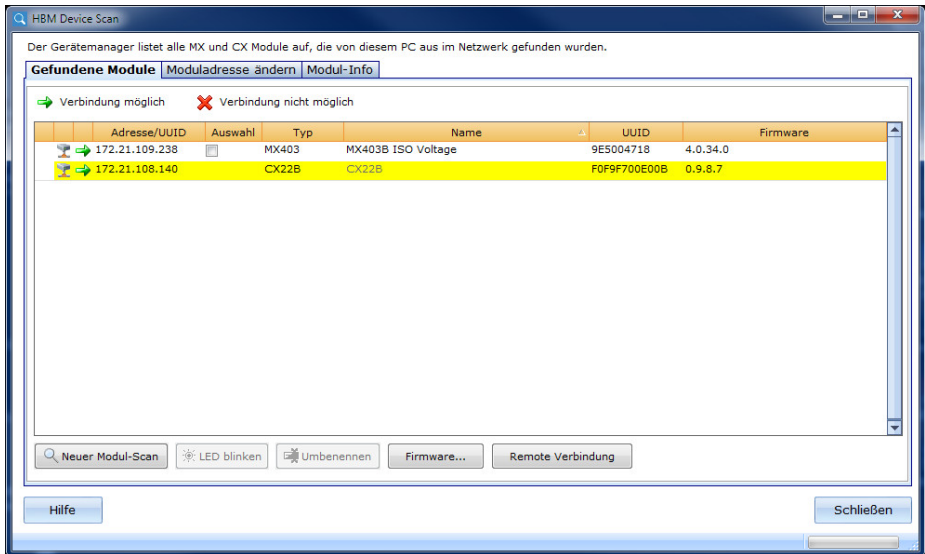

Abb. 6.1 Anzeige der gefundenen Module und ob eine Verbindung möglich ist
- ▶ Wählen Sie den Datenrekorder aus der Liste aus, die aktuelle Adresse der Schnittstelle wird ebenfalls angezeigt. Das Modul in *Abb. 6.1* hat die IP-Adresse 172.19.204.252.